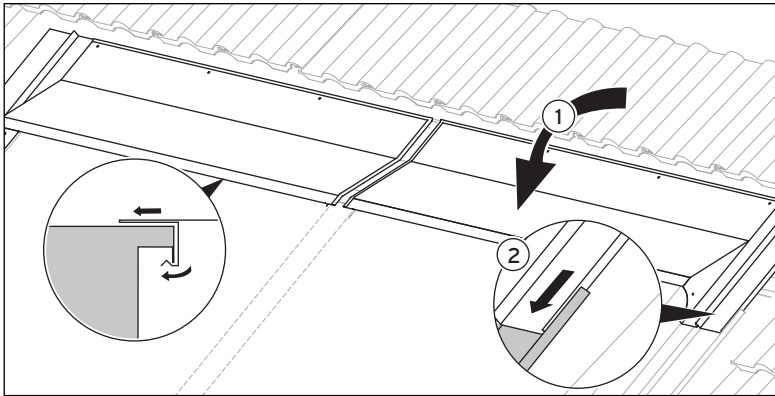

Abb. 5.26 Firstbleche anbringen
- Befestigen Sie alle Firstbleche mit den Schrauben Nr. 1 (→ **Tab. 5.2/5.4**) mittels Torx-Bit an den Dachlatten (1).
- Befestigen Sie alle oberen Firstblech-Verbinder (2) mit zwei Schrauben Nr. 4 (→ **Tab. 5.2/5.4**), Pos. (3) in Abb. 5.26, und einer Schraube Nr. 1 (→ **Tab. 5.2/5.4**), Pos. (4) in Abb. 5.26, mittels Torx-Bit über dem Firstblechstoß.